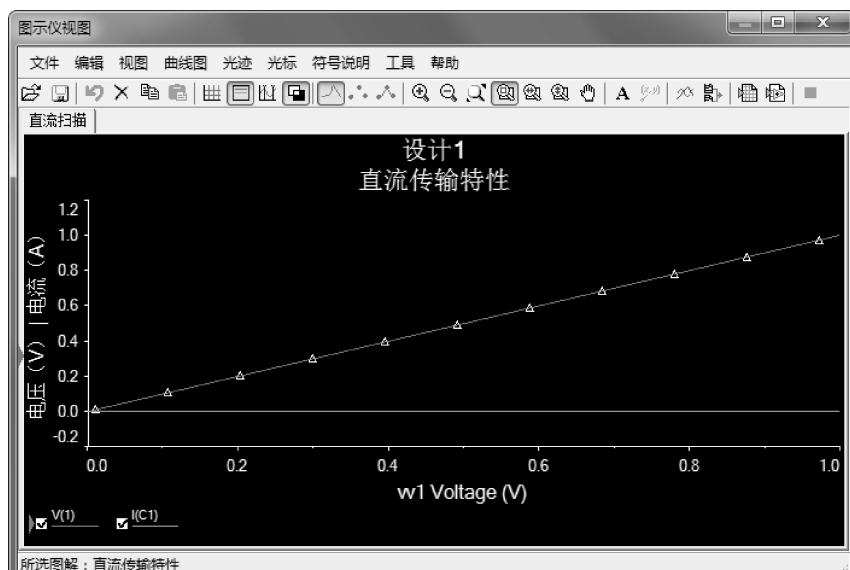

图 9-65 直流扫描特性分析结果
- 4) 设置完毕后，单击“Run”（运行）按钮进行仿真。系统进行直流扫描特性分析，其结果如图 9-65 所示。